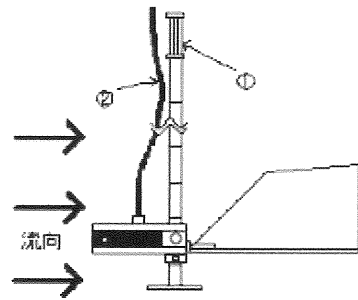

図 10
組立が終わり、計測する際は図10の①（測桿棒の握手部分）をしっかり握り、検出器が揺れないようにして計測します。②の接続ケーブルは、自然にたるむくらいにします。張りすぎると検出器の先端が持ち上がり、測定誤差の原因となります。検出器とケーブルの接合部は張力が掛からないようにして下さい。故障の原因となります。